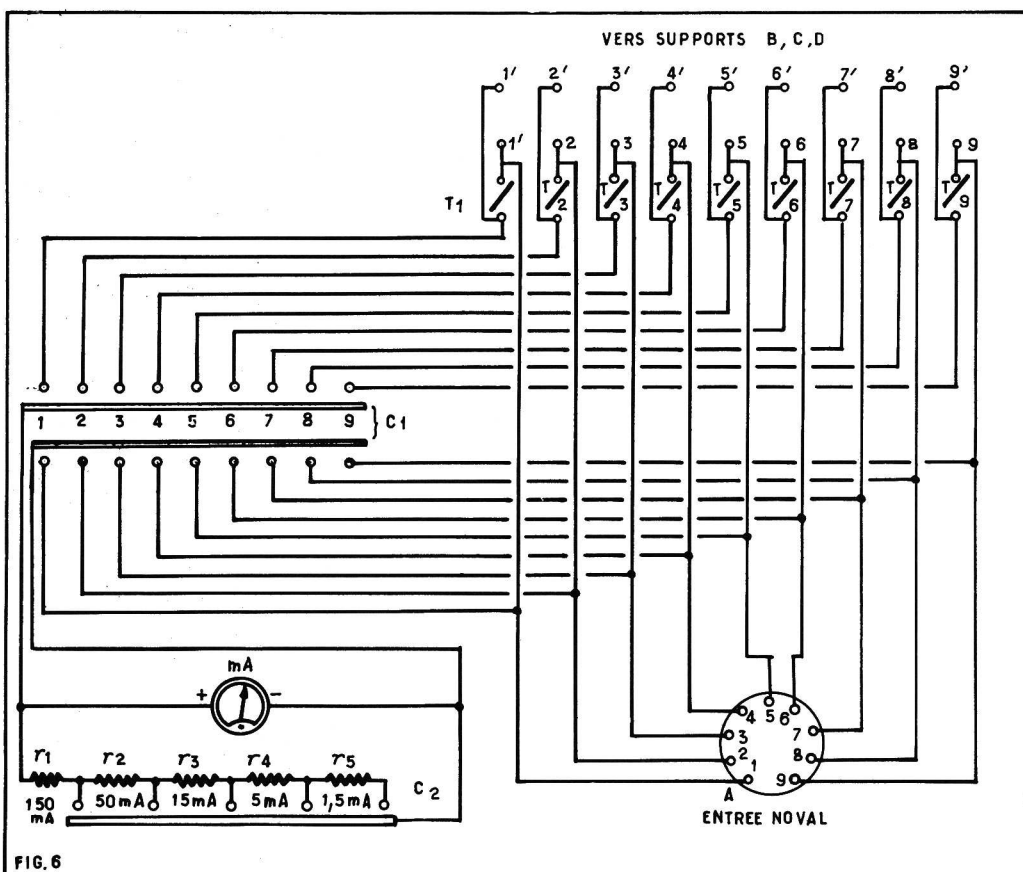

FIG. 6
c) Il est possible d'incorporer un milli-ampèremètre à sensibilités multiples au sein de l'adaptateur. Dans ce cas, le schéma deviendra celui qui est représenté à la figure 6.